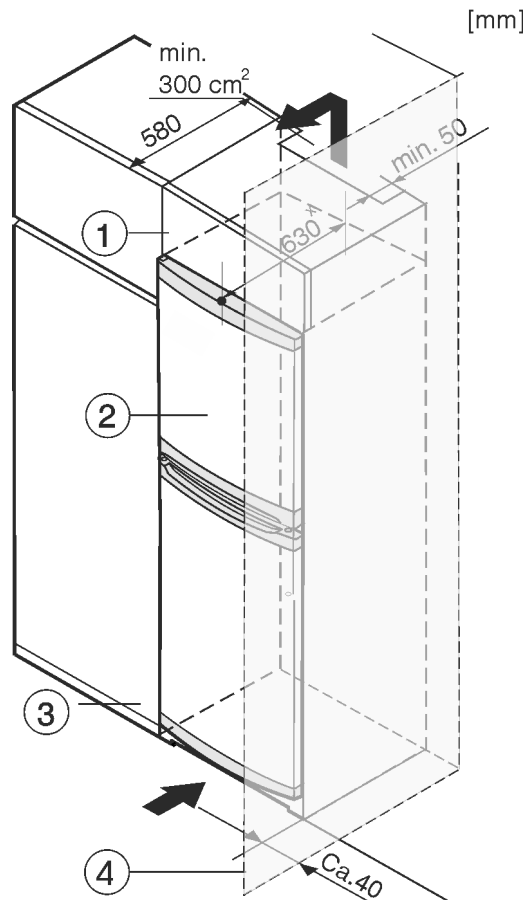

Fig. 8
- (1) Rehausse
- (2) Appareil
- (3) Placard de cuisine
- (4) Mur
L'appareil peut être intégré dans des meubles de cuisine. Pour adapter l'appareil *Fig. 8 (2)* à la hauteur du coin cuisine, une rehausse *Fig. 8 (1)* peut être posée sur l'appareil.
Lors de la transformation avec des placards de cuisine (profondeur max. 580 mm), le réfrigérateur peut être placé directement à côté du placard de cuisine *Fig. 8 (3)*. Le réfrigérateur dépasse sur les côtés de 34 mm * et au centre du réfrigérateur de 50 mm * par rapport à la façade du placard.
Si le réfrigérateur est installé avec les charnières près d'une paroi *Fig. 8 (4)*, la distance entre le réfrigérateur et la paroi doit être d'au moins 40 mm. Cela correspond au dépassement de la poignée lorsque la porte est ouverte.